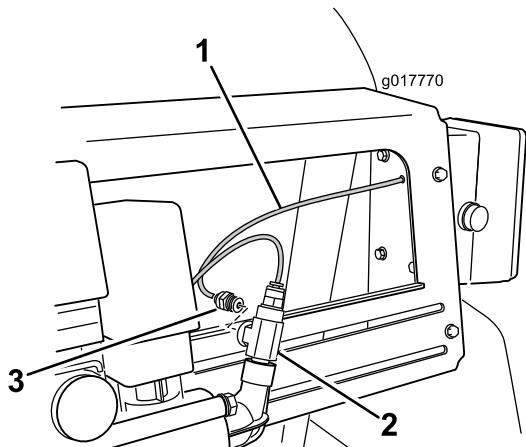

Figura 7
- Localice el tubo rojo del manómetro que viene desde la parte trasera de la caja de control, e instálelo en el orificio del acoplamiento en T (Figura 7).